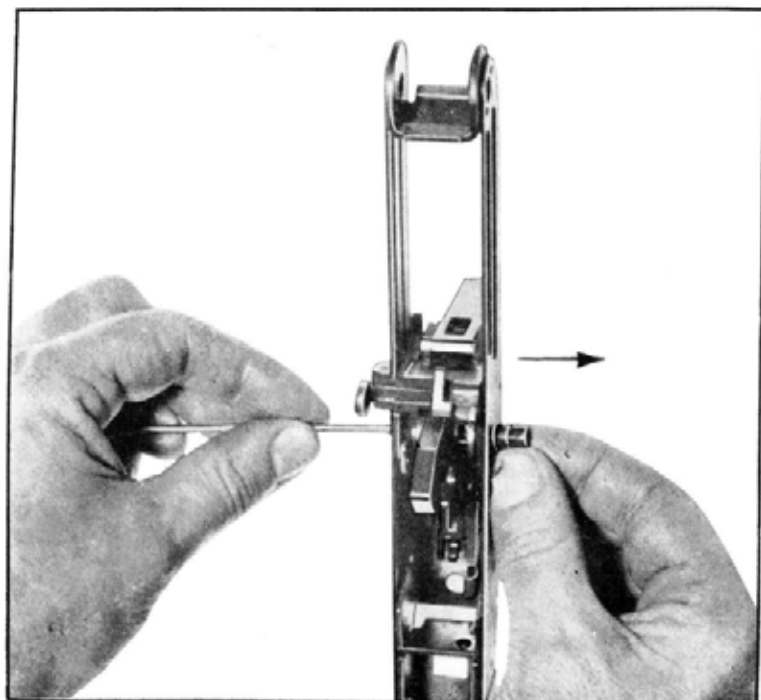

Fig. 66
2. con utensile 105 sfilare il perno del cane dal foro « E » nella scatola scatto procedendo da sinistra a destra (fig. 66).
2. *with tool 105 push out hammer pin from "E" hole in trigger housing proceeding from left to right (figure 66). Grasp hammer pin, withdraw it.*